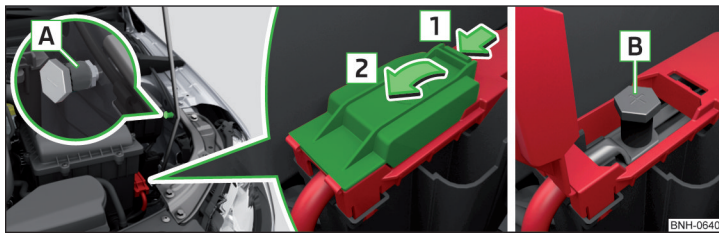

Abb. 166 Massepunkt und Pluspol bei Fahrzeugen mit der Fahrzeugbatterie im Gepäckraum
Der Pluspol **B** befindet sich unter einer Abdeckung im Motorraum » Abb. 166.
- Die Pluspolklemme des Starthilfekabels an der Position **B** » Abb. 166 an-klemmen.